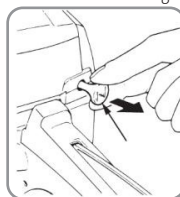

Fig. 9
3. Tire del mando del estérter a la posición cerrada (Fig. 9). Presione de 5 a 8 veces hasta que la bomba de cebado se llene de combustible.